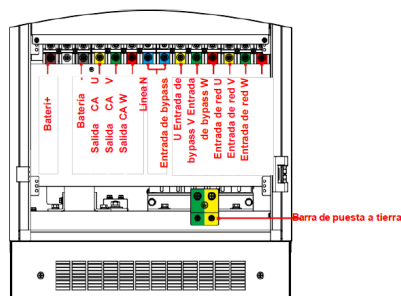
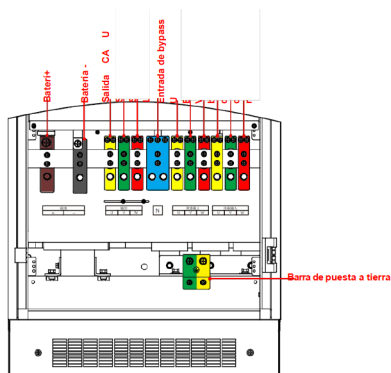
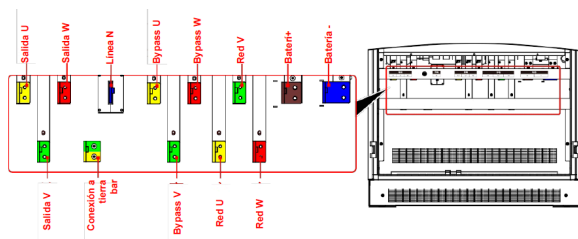

Figura 3-21 Ilustración del bloque de terminales del UPS serie UPS-IND 1300 R1(10K-30K)
Figura 3-22 Ilustración del bloque de terminales del UPS serie UPS-IND 1300 R1(40K-80K)
Figura 3-24 Ilustración del bloque de terminales del UPS serie UPS-IND 1300 R1(160K-200K)
Paso 2: Conecte los cables de entrada de batería, tierra de protección, entrada de red, entrada de bypass y salida de CA al bloque de terminales situado en la parte inferior del UPS. Figura 3-21, Figura 3-22. Figura 3-24 3-23, y muestran los diagramas esquemáticos de los bloques de terminales de diferentes modelos.